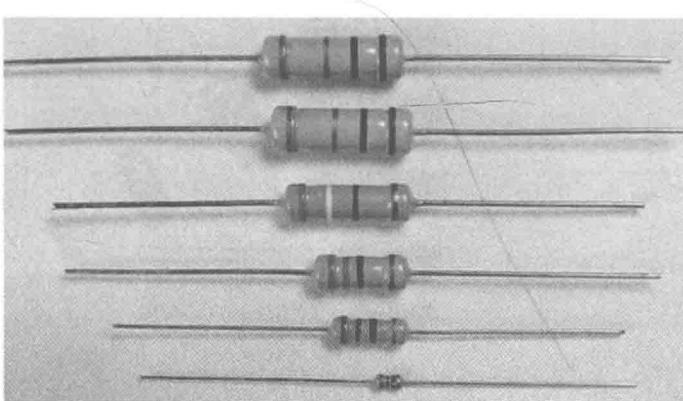

图 1-1 碳膜电阻器外形
(1) 碳膜电阻器。碳膜电阻器(见图1-1)是应用最早的一种薄膜电阻器，是用有机黏合剂将碳墨、石墨和填充料配成悬浮液涂覆于绝缘基体上，经加热聚合而成。主要职能就是阻碍电流流过，应用于限流、分流、降压、分压、负载与电容配合作滤波器等。碳膜电阻成本较低，电性能和稳定性较差，一般不适用于通用电阻器；但由于它容易制成高阻值的膜，所以主要用作高阻高压电阻器，其用途等同高压电阻器。